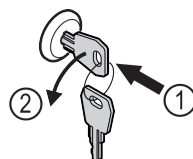

Fig. 181
- ▶ Włożyć kluczyk. Fig. 181 (1)
- ▶ Przekręcić kluczyk o 90° w lewo. Fig. 181 (2)